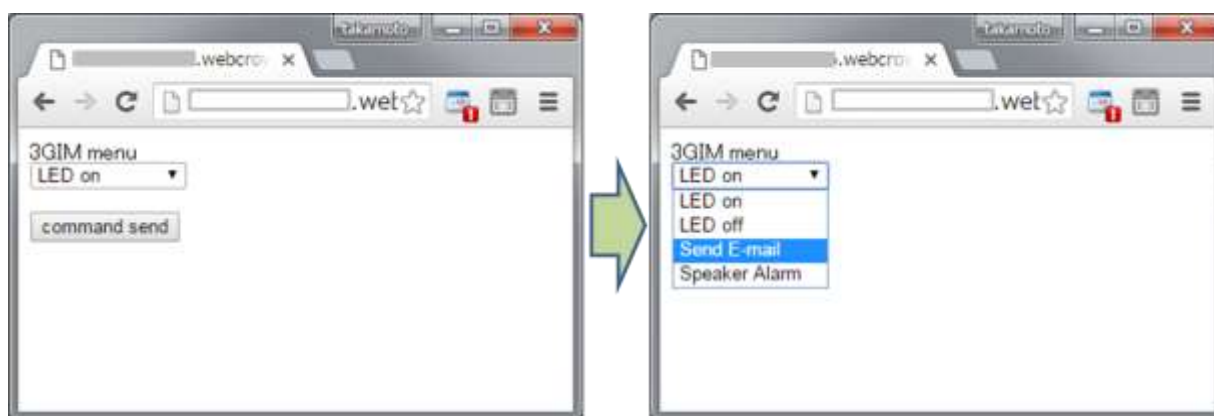

図6. ①「3gform.html」の起動画面
起動すると図6のようなプルダウンメニューが出てきます。
また、③「sendmail.php」プログラムは、図6のメニューで㊨「Send E-mail」が選択され